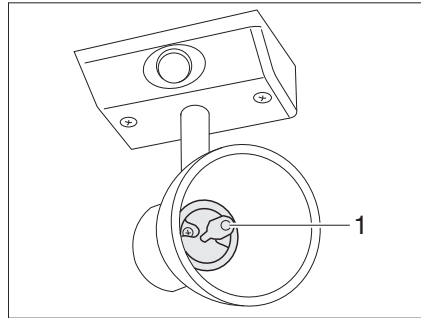

Fig. 172 Foco halógeno (con pantalla de vidrio)
- Sacar la bombilla halógena (Fig. 172,1) del portalámparas tirando hacia adelante.